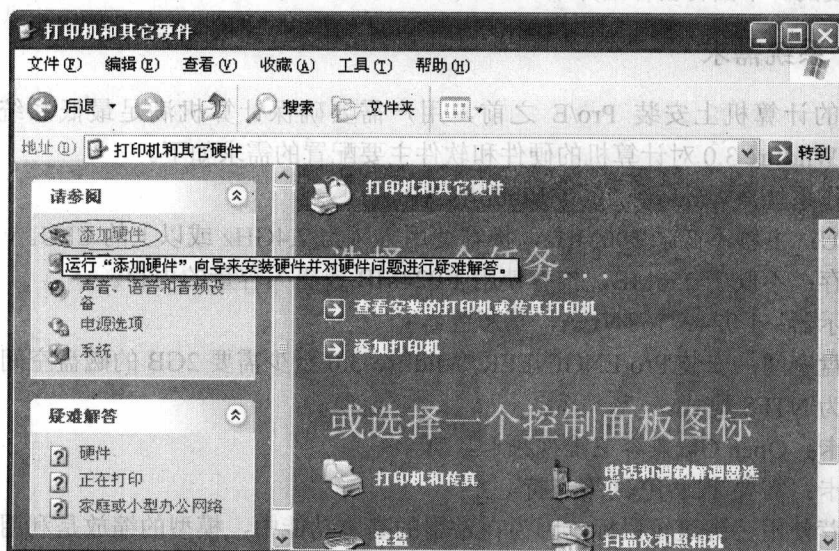

图 1-2 【打印机和其它硬件】窗口
(2) 左键单击【打印机和其它硬件】图标，弹出【打印机和其它硬件】窗口，如图 1-2 所示。